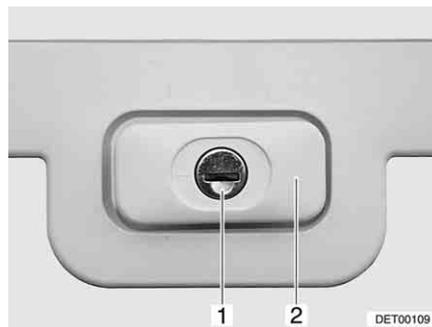

Fig. 36 Cerradura de la trampilla, rectangular, cerrada
- Introducir la llave en el cilindro de cierre (Fig. 36,1) y girarla un cuarto de vuelta. El asidero de la cerradura (Fig. 36,2) se abre de golpe.